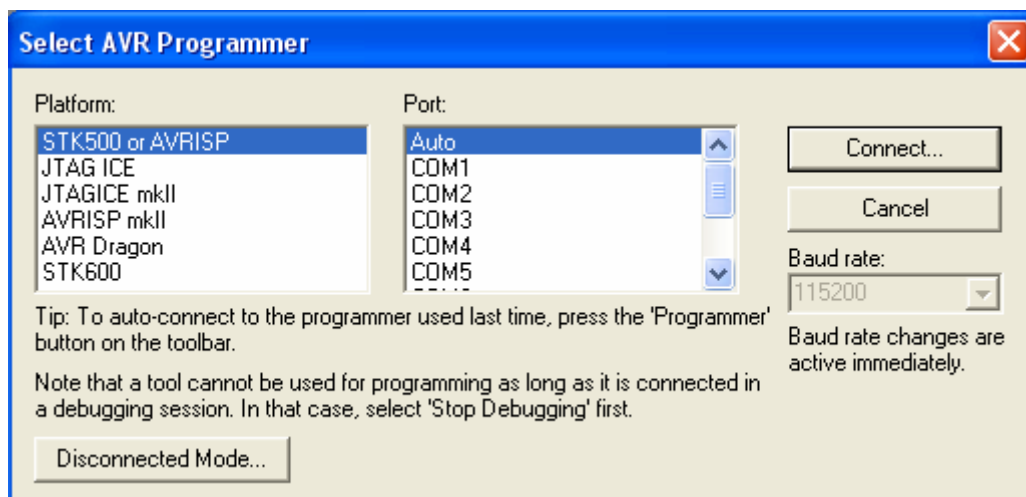
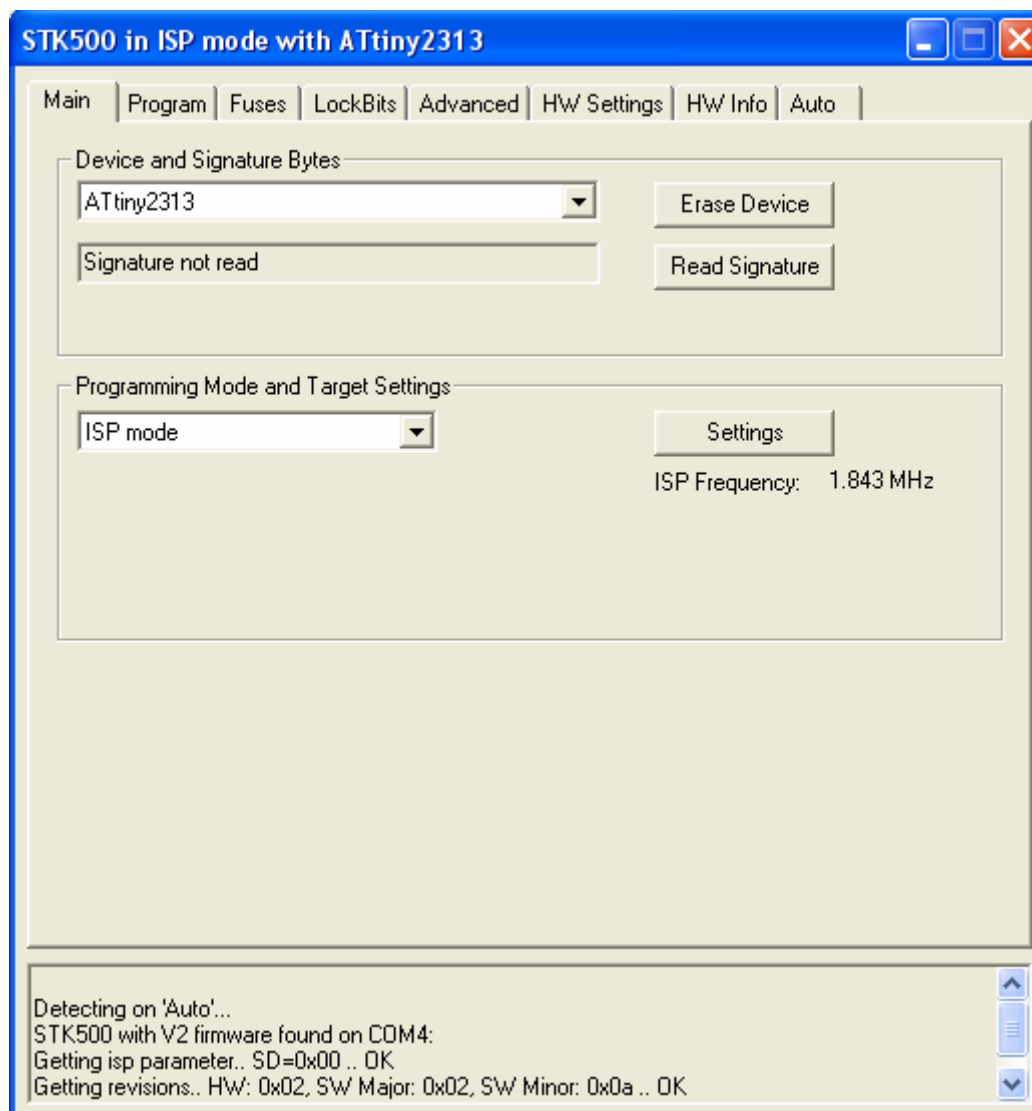

Рис. 8
Рис. 9
Для ручной установки необходимо нажать кнопку **Con** (рис. 8) установить при необходимости порт на котором находится программатор и нажать кнопку <Connect...>. Если программатор подключен и драйвера были установлены корректно то через некоторое время появится окно рис. 9.
Для автоматического определения программатора необходимо нажать кнопку **AVR**. Если программатор подключен и драйвера были установлены корректно то через некоторое время появится окно рис. 9.
Вкладка Main изображена на рис. 9.
- проверить, что выбран нужный МК рис. 9;